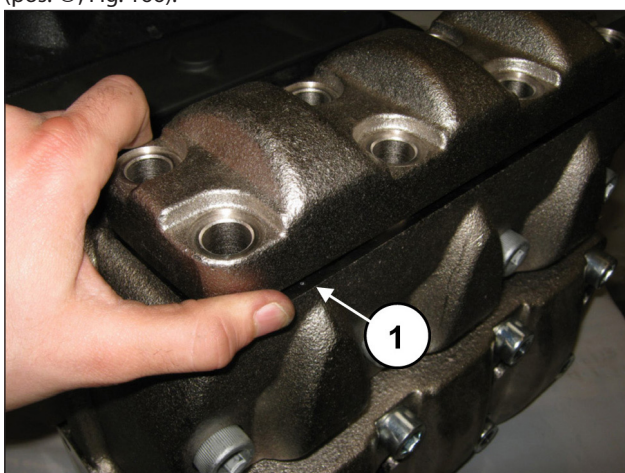
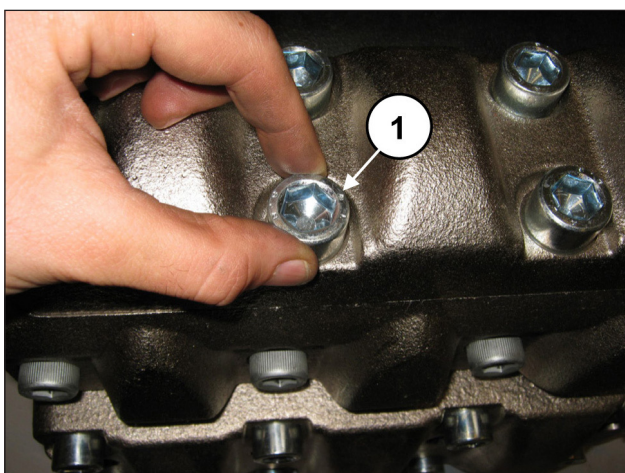

Fig. 165
Fig. 166
Depois de ter terminado com a montagem dos grupos da válvula de descarga, aplique a cobertura das válvulas de descarga (pos. ①, Fig. 165) e aperte os 8 parafusos M16x45 (pos. ①, Fig. 166).